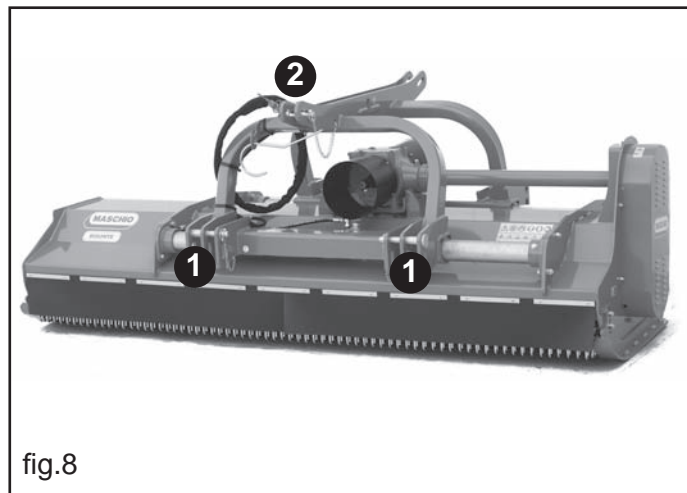
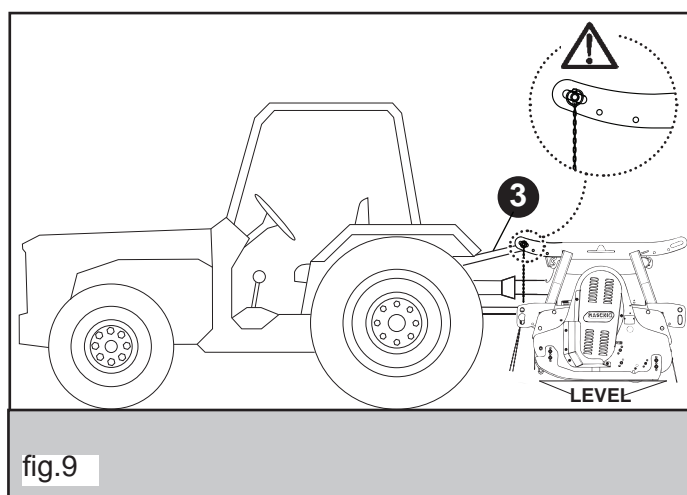
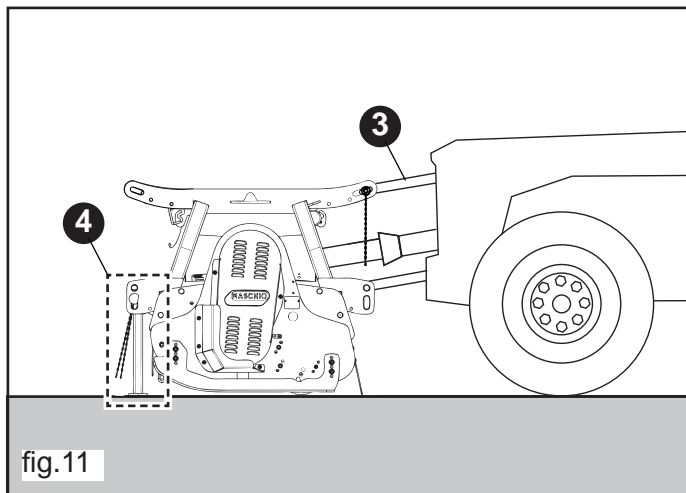
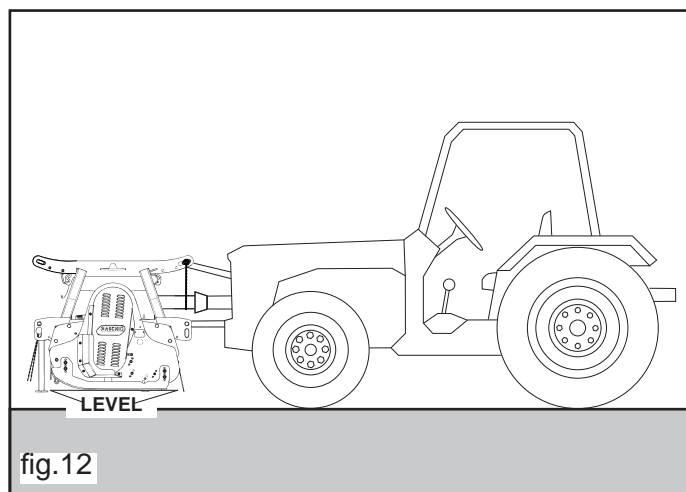

fig.8
fig.9
fig.11
fig.12
- 1) Agganciare le barre del sollevatore sui perni predisposti (1, fig.8). Bloccare con le copiglie a scatto.
- 2) Collegare il terzo punto superiore (2, fig.8); la spina va bloccata con l'apposita copiglia; mediante il tirante di regolazione (3, fig.9) fare in modo che la attrezzatura si sia perpendicolare al terreno (fig.9).
Per un corretto utilizzo della macchina il tirante del terzo punto del trattore deve essere regolato in modo tale che il perno si trovi al centro dell'asola quando la macchina è perfettamente orizzontale. (Fig. 9)
- 2) Collegare il terzo punto superiore (2, fig.8); la spina va bloccata con l'apposita copiglia; mediante il tirante di regolazione (3, fig.11) fare in modo che la attrezzatura sia perpendicolare al terreno (fig.12).
Per facilitare la regolazione del terzo punto superiore, sarà necessario sostenere la macchina frontalmente utilizzando il piedino di appoggio. (4, fig.11)